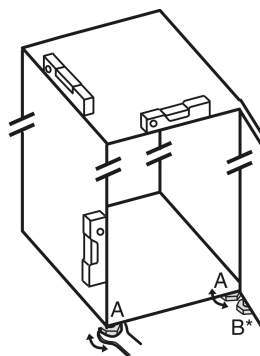

Fig. 5
- Stellfüße Fig. 5 (A) mit beiliegendem Gabelschlüssel und mit Hilfe einer Wasserwaage herausdrehen, bis das Gerät fest und ebenstehend ausgerichtet ist.
- Stellfuß Fig. 5 (B) am Lagerbock mit beiliegendem Gabelschlüssel herausdrehen, bis er auf dem Boden aufliegt.
- Stellfuß Fig. 5 (B) um 90° weiter drehen.